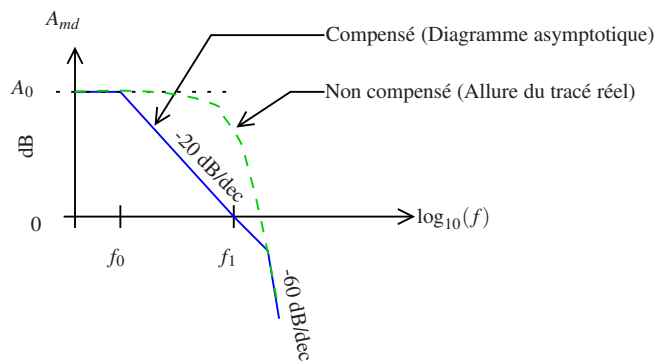

FIGURE 8 – Variation du gain différentiel d'un AOP avec la fréquence.
De façon naturelle, un amplificateur opérationnel est un système du 3ème ordre ou plus car constitué de trois étages internes montés en cascade. Le gain d'un système physique réel ne peut en effet rester constant en module jusqu'aux fréquences infinies, il est au moins du premier ordre. Le gain de mode différentiel "naturel", c'est-à-dire non compensé est présenté en pointillé figure 8. Compte-tenu de la valeur élevée du gain statique (DC), on peut se retrouver avec un gain supérieur à 1 pour le déphasage de 180° pour le montage de la section 1.2.1. Le montage sera alors instable (CF *Poly Temps Fréquence stabilité* section 2.7). Afin de stabiliser ce type de montage, le gain est compensé en interne à l'aide d'un condensateur pour limiter le gain à un premier ordre jusqu'à la fréquence unitaire au moins comme présenté figure 8. La fréquence unitaire est celle pour laquelle le gain de l'AOP vaut 1 (0 dB).